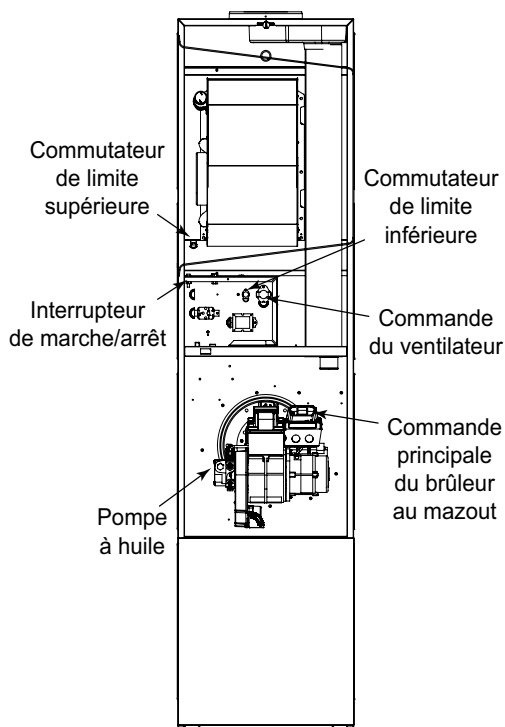

Figure 2. Composants de la fournaise au gaz M1
7. Réglez l'interrupteur/le bouton de marche/arrêt du robinet de gaz en position OFF (arrêt). Consultez la Figure 2 pour connaître le type de robinet de gaz et l'emplacement de l'interrupteur/du bouton de marche/arrêt.
Les composants de la fournaise illustrés à la Figure 2 facilitent l'identification et le repérage des différentes pièces de la fournaise. Il est essentiel que vous vous familiarisiez avec le robinet de gaz. Vous utilisez ce robinet pour mettre la fournaise en marche ou l'arrêter. Il n'y a aucune autre pièce réparable. Toutes les réparations doivent être effectuées par un technicien en CVC agréé.